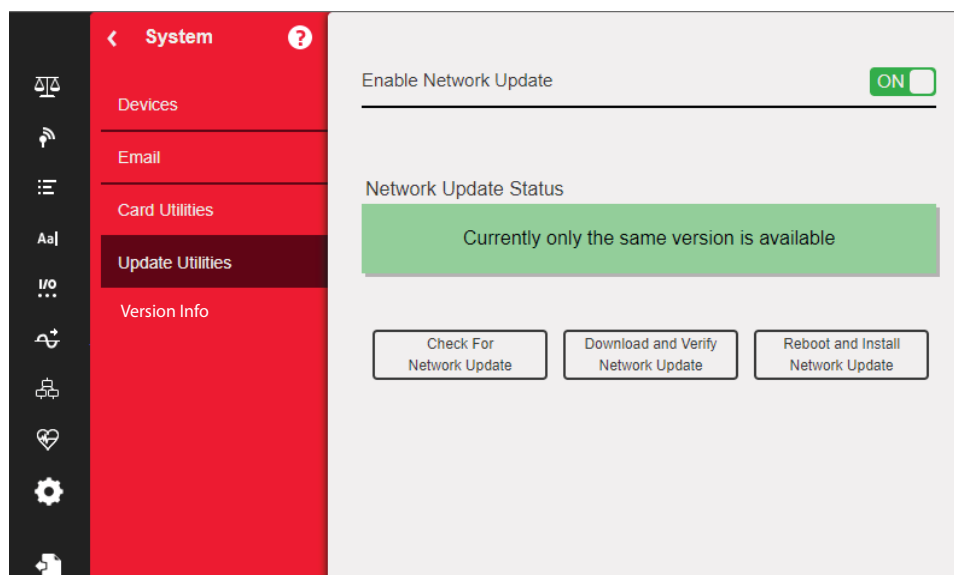

Figura 14-17. Menú Network Updates
1. En el menú Systems Setting, seleccione Update Utilities (consulte la Figura 14-17).